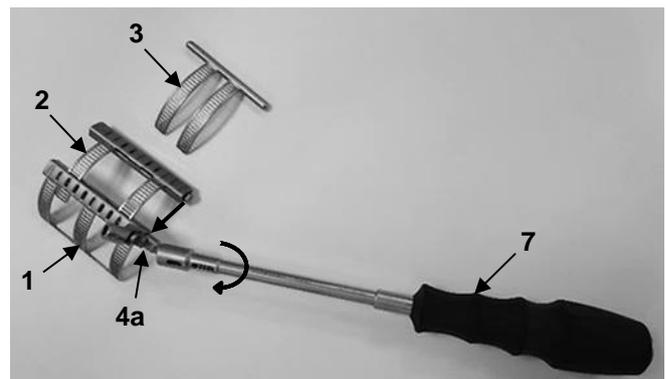

Abb. 17
1. Primäres Element (2) in das Basiselement (1) einsetzen und mithilfe des geeigneten Schraubendrehers (7) einfahren. Hierfür den Transportmechanismus an dem Kastenmodul des Basiselements (4a) mithilfe des Schraubendrehers (7) gegen den Uhrzeigersinn drehen (Abb. 17).